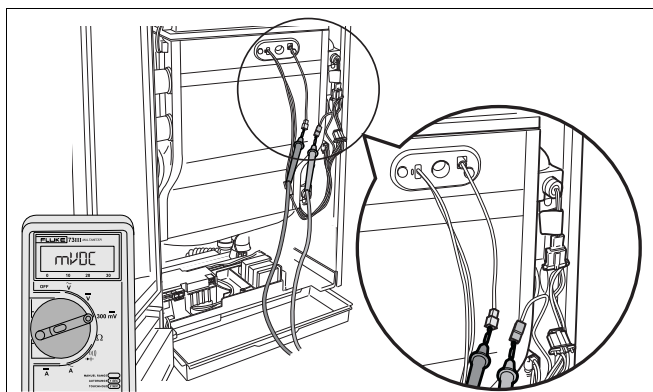

Fig. 99 Ionisatiestroom meten
- Sluit het meetapparaat in serie aan (→ fig. 99). Op het meetapparaat het μA -gelijkstroombereik kiezen. Het meetapparaat dient over een resolutie van minimaal 1 μA te beschikken.